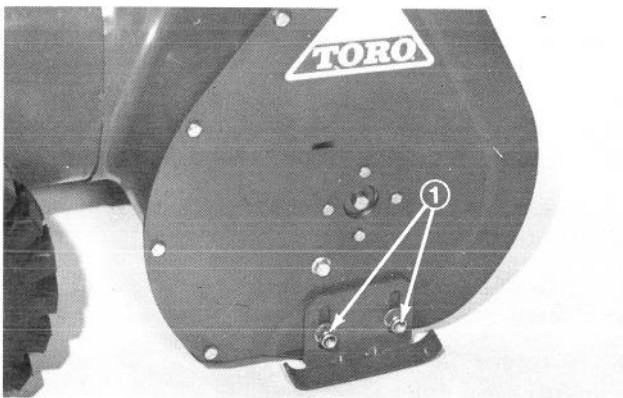

Figure 31
1. Disposez la déneigeuse sur une surface plane et de niveau. Desserrez ensuite les quatre écrous à collerette (Fig. 31) fixant les deux patins aux plaques latérales du logement de tarière. Les patins doivent pouvoir coulisser vers le haut et vers le bas.
4. Desserrez les quatre écrous à collerette (Fig. 31) retenant les patins aux plaques latérales du logement de tarière. Descendez ensuite les patins pour que la tarière soit aussi loin que possible de la surface plane et de niveau, puis resserrez les écrous à collerette.